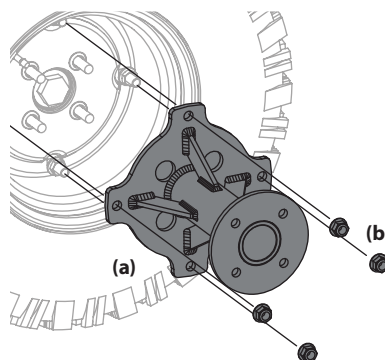

Figure 4-14
- Pour retirer l'adaptateur de roues jumelées (a), enlevez les quatre écrous autobloquants à bride (b). Voir Figure 4-14.